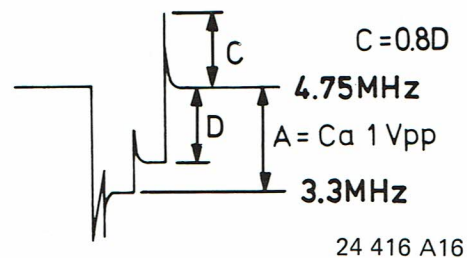

Fig. 5.1
- Dan mit 3044 das Überschwingen (C) so einstellen, dass es 80% vom Spannungsunterschied zwischen Schwarz und Weiss (D) ist; siehe Bild 5-1.